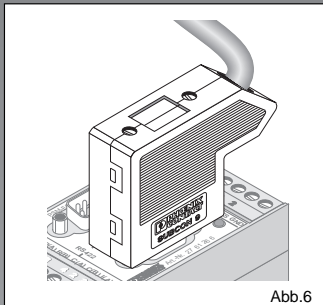

Abb.6
• SUB-D-Steckverbinder (Abb. 6)